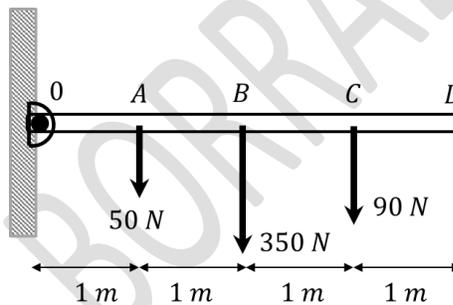

Fig. 3.8.
3.7.- Determinar el sistema equivalente más simple respecto del origen 0 del sistema de tres fuerzas aplicadas sobre la barra en equilibrio mostrada en la Fig. 3.8.